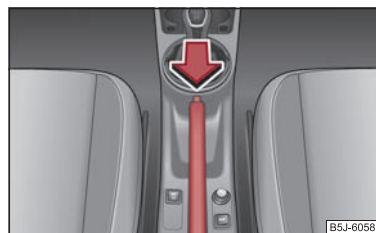

Fig. 96 Consola centrală: Frâna de staționare
- Acționați maneta frânei de mână puțin în sus și **în același timp** apăsați butonul de blocare ⇒ fig. 96.